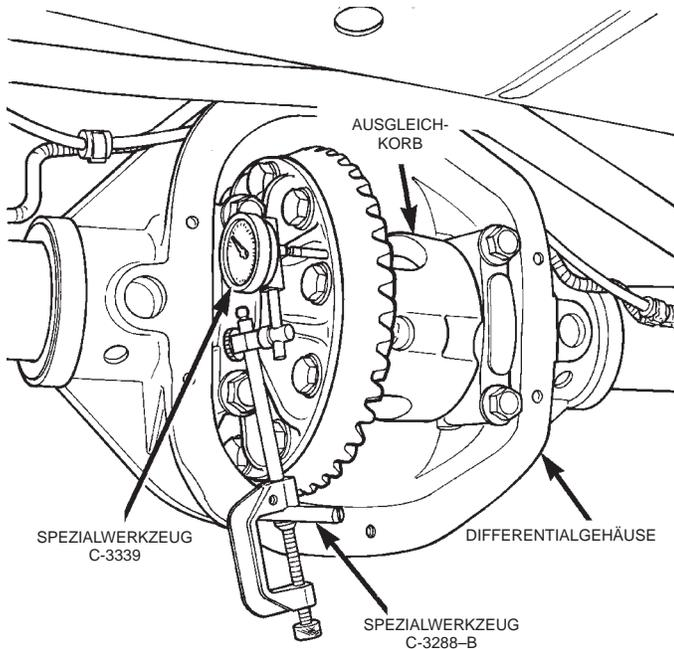
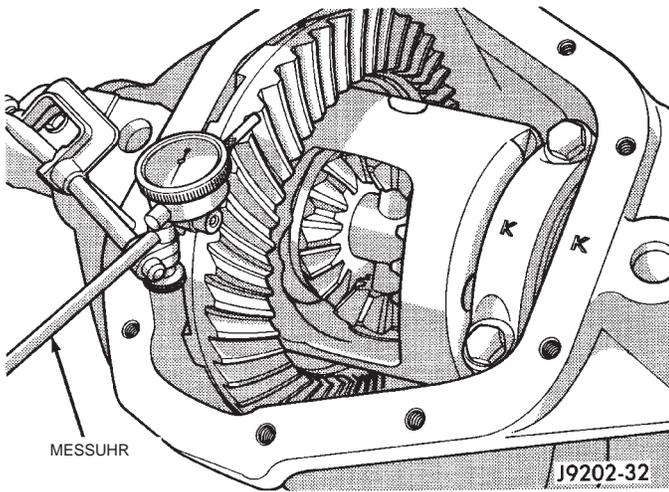
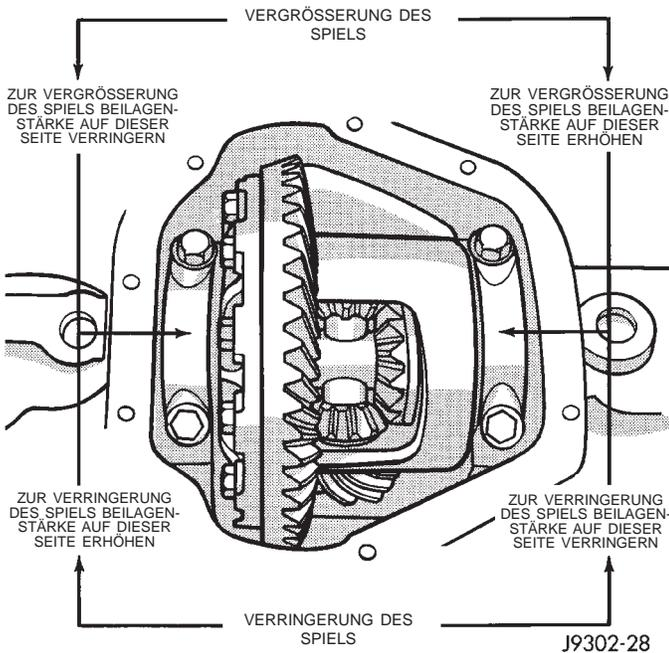

Abb. 72 Axialspiel der Differentiallager messen
Abb. 73 Zahnflankenspiel des Tellerrads messen
Abb. 74 Einstellung des Spiels mit Hilfe von Beilagen
(7) Führungsstange C-3288-B in die Bohrung unterhalb des Tellerrads (am Flansch des Gehäuses) einschrauben (Abb. 72).
(8) Meßuhr C-3339 an der Führungsstange befestigen. Meßtaster auf eine flache Stelle zwischen den Köpfen der Tellerradschrauben auflegen (Abb. 72).
(19) Meßtaster auf eine flache Stelle zwischen den Köpfen der Tellerradschrauben auflegen (Abb. 72).
(20) Ausgleichkorb im Differentialgehäuse auf die Seite gegenüber dem Tellerrad schieben und dort halten.
(21) Skala der Meßuhr in dieser Lage auf Null stellen.
(22) Ausgleichkorb im Differentialgehäuse in Richtung Tellerrad schieben und dort halten.
(23) Meßwert notieren.
(24) 0,05 mm (0,002 Zoll) vom Meßwert abziehen. Daraus ergibt sich die Beilagenstärke, bei der das richtige Zahnflankenspiel zwischen Tellerrad und Antriebskegelrad erzielt wird.
(25) Die Beilagenstärke für das richtige Zahnflankenspiel von der Gesamtbeilagenstärke für die richtige Vorspannung abziehen. Daraus ergibt sich die Beilagenstärke, die auf der Seite gegenüber dem Tellerrad eingebaut werden muß.
(26) Die Meßuhr an der Führungsstange zur Seite schwenken.
(27) Ausgleichkorb und Ersatzlager aus dem Differentialgehäuse ausbauen.
(28) Neue Konusse und Lagerschalen am Ausgleichkorb montieren.
(29) Spreizwerkzeug W-129-B mit Adaptoren aus dem Werkzeugsatz 6987 und den Führungsstiften in den Bohrungen des Differentialgehäuses montieren. Das Gehäuse so weit spreizen, daß sich der Ausgleichkorb einbauen läßt.
(30) Beilagen für die Differentiallager an den Naben des Ausgleichkorbs montieren.
(31) Ausgleichkorb gemäß Anleitung in diesem Kapitel in das Gehäuse einbauen.
(32) Ausgleichkorb mehrmals drehen, damit sich die Differentiallager einlaufen.
(33) Meßtaster an einen Zahn des Tellerrads anlegen (Abb. 73).
(34) Tellerrad nach oben drücken und festhalten (das Antriebskegelrad dabei nicht drehen).
(35) Skala der Meßuhr auf Null stellen.
(36) Tellerrad nach unten drücken und festhalten (das Antriebskegelrad dabei nicht drehen). Die Anzeige der Meßuhr muß zwischen 0,12 mm (0,005 Zoll) und 0,20 mm (0,008 Zoll) liegen. Wenn das Zahnflankenspiel nicht stimmt, die erforderliche Beilagenstärke von der einen auf die andere Seite des Differentialgehäuses umbauen (Abb. 74).
(37) Den Schlag von Ausgleichkorb und Tellerrad überprüfen. Hierzu das Zahnflankenspiel an verschiedenen Umfangspunkten des Tellerrads messen. Die Werte dürfen nicht mehr als 0,05 mm (0,002 Zoll) voneinander abweichen. Wenn die Werte stärker